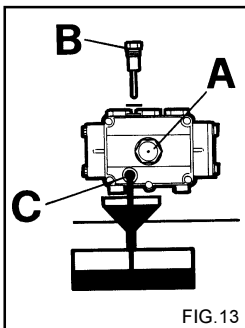

FIG. 13
- 1) Skru opp drens-skruen på undersiden av pumpen (fig. 13 C). 2) Bruk peilepinnen til å skru av dekslet (fig. 13).